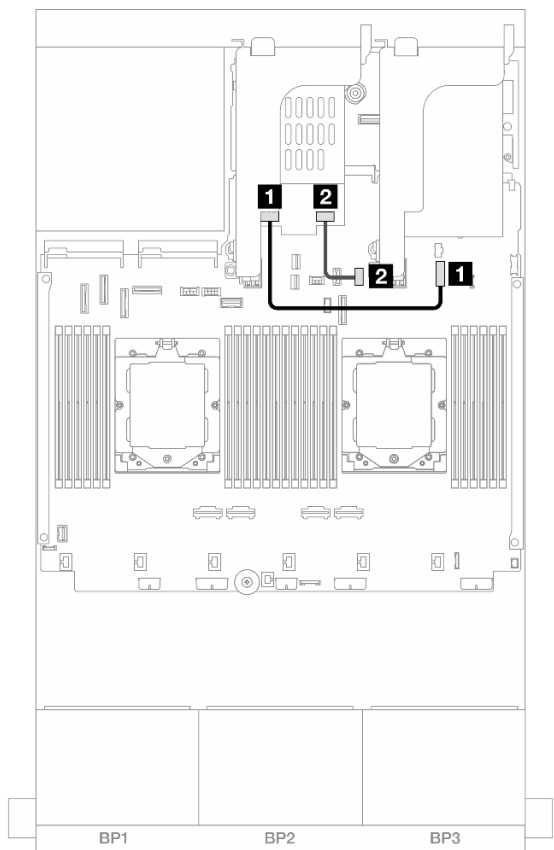

Figura 307. Instradamento dei cavi SATA
- Figura 307 "Instradamento dei cavi SATA" a pagina 318